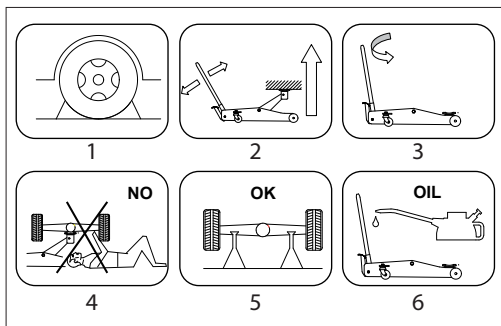

Fig. 05
- Stellen Sie sicher, dass sich niemand in dem anzuhebenden Fahrzeug befindet. Stellen Sie den Motor ab und ziehen Sie die Handbremsen des Fahrzeuges an. Verwenden Sie Keile, um eine Bewegung des Fahrzeuges zu verhindern(Fig.05(1)). Steigen Sie nicht ins Fahrzeug ein und starten Sie nicht den Motor.
- Verwenden Sie den Wagenheber nie, um das Fahrzeug zu bewegen oder um es angehoben zu lassen. Bitte benutzen Sie stets Unterstellböcke (Fig.05(5)).
- Den Wagenheber immer so positionieren, dass dessen Bedienung von unterhalb des Fahrzeuges ausgeschlossen ist (Fig.05(4)).
- Pumpen Sie mit der Hebelstange oder dem Fußpedal den Heber auf die gewünschte Höhe (Fig.05(2)). Achten Sie darauf, dass das Hydraulikventil geschlossen ist. Hierfür ist es notwendig, dass Sie die Hebelstange im Uhrzeigersinn anziehen. Bitte beachten Sie, dass das Fußpedal hauptsächlich zur Überbrückung des Leerhubs dient.
- Zum Ablassen der Last drehen Sie die Hebelstange langsam gegen den Uhrzeigersinn und (Fig.05(3)).
Bitte mindestens 1 x jährlich den Ölstand prüfen und bei Bedarf nachfüllen. Den Zylinder mit Hydrauliköl bis zur Unterseite der Öleinfüllschraube füllen. Bitte beachten Sie das der Kolben eingefahren sein muss (Fig.05(6)).